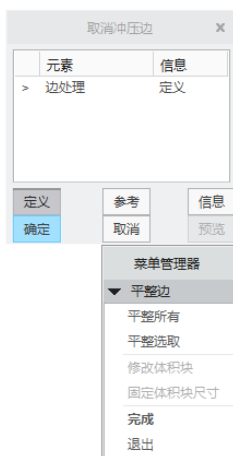

图 2-68 弹出的对话框和菜单
(1) 在功能区的“模型”选项卡中单击“编辑”→ (取消冲压边) 按钮，系统弹出“取消冲压边”对话框和“平整边”菜单，如图 2-68 所示。